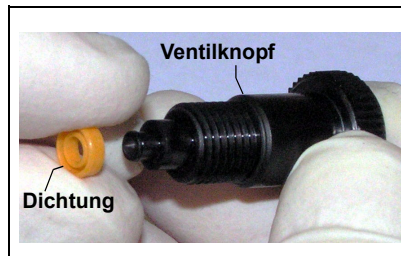

Abbildung 5-13.
3. Wenn die Dichtung in Schritt 2 mit dem Ventilknopf entfernt wurde, ziehen Sie die Dichtung aus dem Ende des Knopfes heraus (siehe Abbildung 5-13). Wenn die Dichtung nicht mit dem Ventilknopf entfernt wurde, führen Sie einen dünnen Gegenstand (z. B. eine gerade gebogene Büroklammer) in die Pumpenkopfhöhlung ein, und heben Sie die Dichtung vorsichtig heraus. **Beschädigen Sie dabei nicht die Höhlung.**